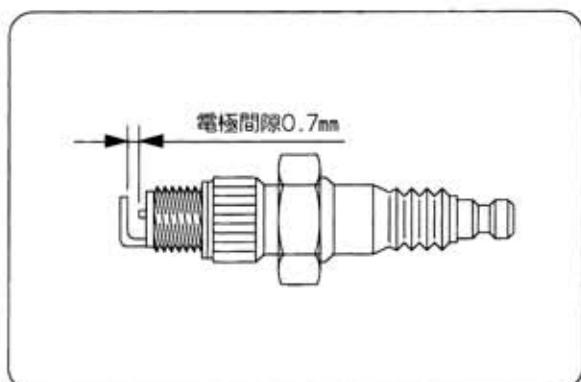

図44
- 電極の隙間が0.7mmになるように調節してください。(図44)